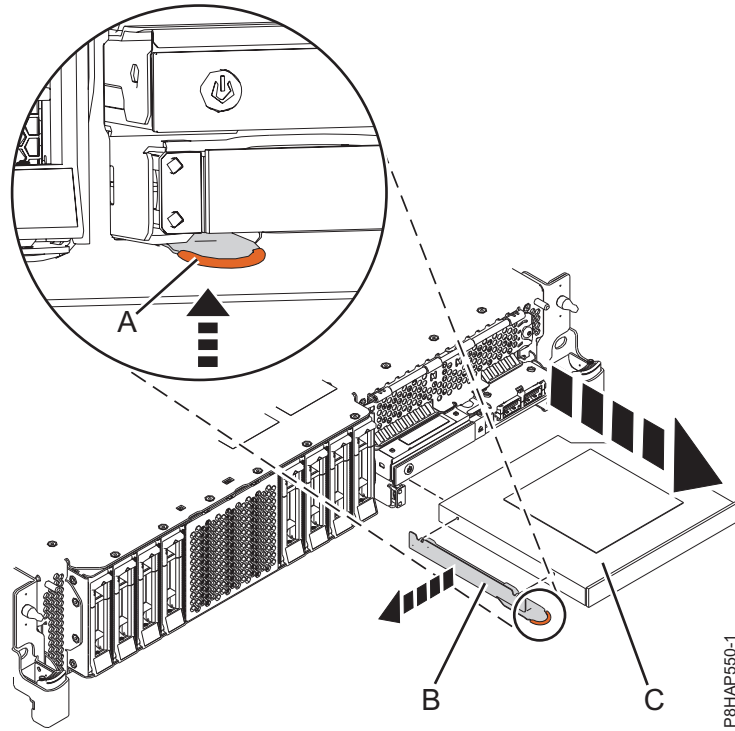
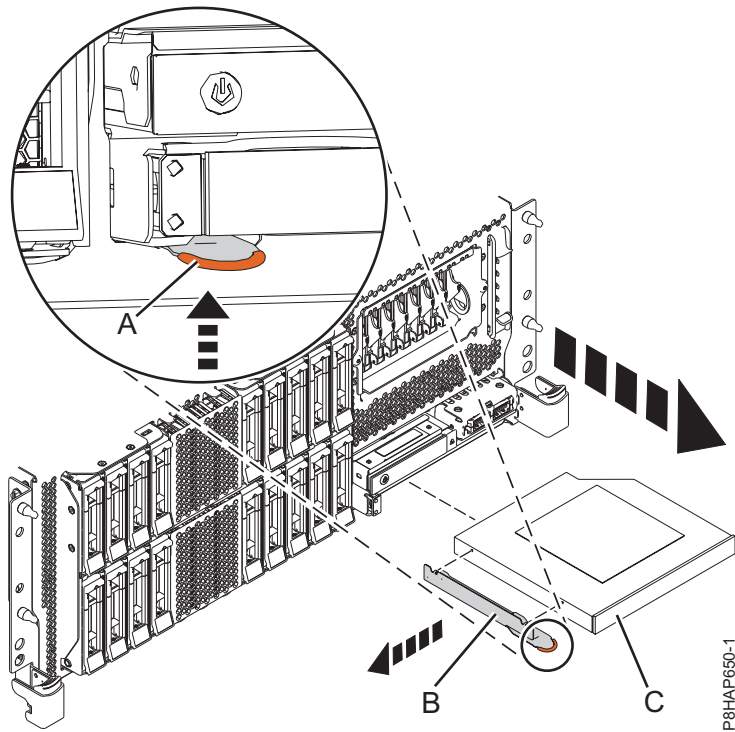
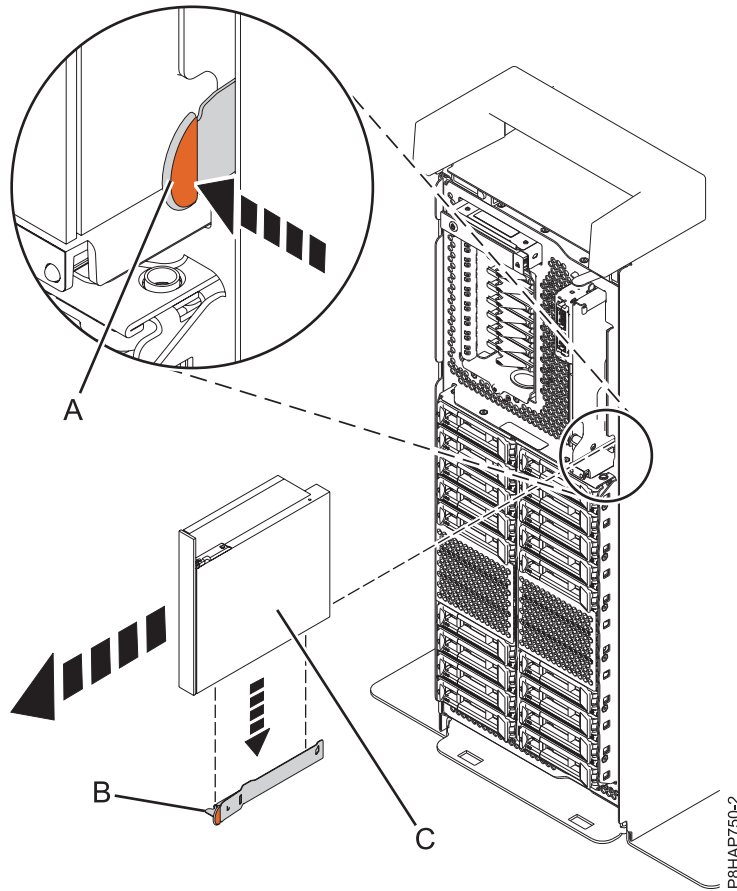

Figura 23. Extracción de un dispositivo de soporte extraplano de un sistema 5148-21L, 5148-22L, 8247-21L, 8247-22L, 8284-21A o 8284-22A
Figura 24. Extracción de un dispositivo de soporte extraplano de un sistema 8247-42L, 8286-41A o 8286-42A montado en bastidor
Figura 25. Extracción del dispositivo de soporte extraplano de un sistema autónomo
Para un sistema 5148-21L, 5148-22L, 8247-21L, 8247-22L, 8284-21A o 8284-22A, consulte la Figura 23 en la página 33; para un sistema 8247-42L, 8286-41A o 8286-42A montado en bastidor, consulte la Figura 24 en la página 33; o bien, para un sistema 8286-41A autónomo, consulte la Figura 25 en la página 34.
3. Tire del dispositivo de soporte extraplano de (C) para extraerlo del sistema, en la dirección que se muestra en la Figura 23 en la página 33, la Figura 24 en la página 33 o la Figura 25.
4. Si va a extraer el dispositivo de soporte extraplano como parte de otro procedimiento de servicio, no extraiga la abrazadera de retención (B) del dispositivo de soporte extraplano.
5. Si está extrayendo el dispositivo de soporte extraplano anómalo y sustituyéndolo por un nuevo dispositivo de soporte extraplano, debe extraer la abrazadera de retención (B) para utilizarla con el nuevo dispositivo de soporte. Extraiga la abrazadera de retención sujetándola por el punto de contacto de color terracota y tirando hacia fuera del dispositivo de soporte como se muestra en la Figura 23 en la página 33, la Figura 24 en la página 33 o la Figura 25.
6. Guarde la abrazadera de retención (B) en un lugar seguro.